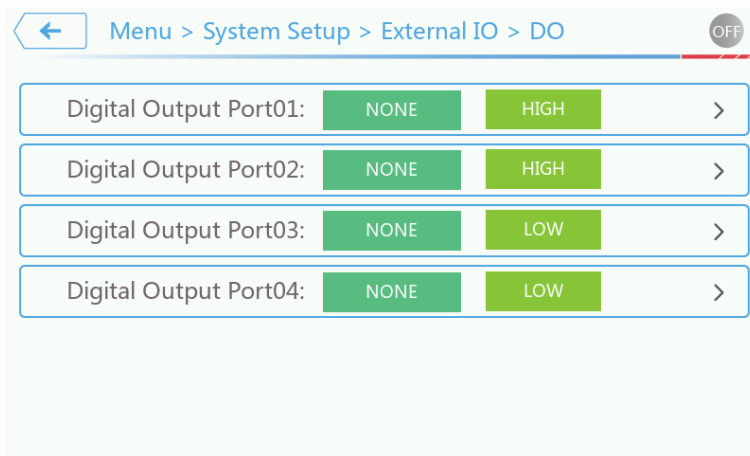

图 3-47 数字输出功能界面图
4、在内部使能的情况下，数字量输出接口高低电平对应 S7000 处于的机器状态数字量输出口，功能使能后，对应机器状态，具体见下图 3-47。（有效电平或脉冲持续时间为 10ms）